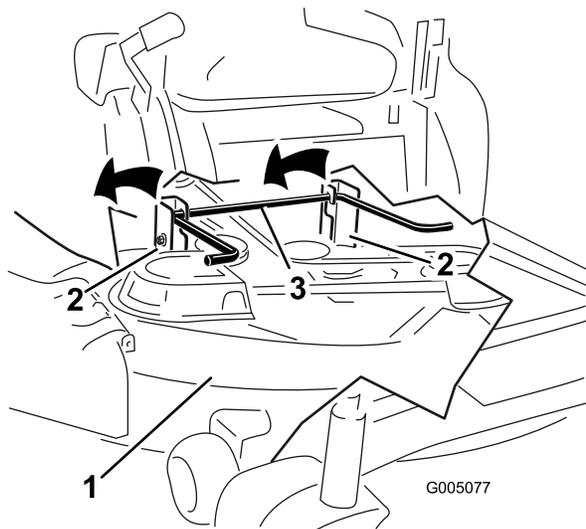

Figure 55
- 6. Soulevez et enlevez le tablier de coupe et les supports de la tige de levage arrière et abaissez la tondeuse au sol avec précaution (Figure 55).
- 5. Soulevez l'arrière du tablier de coupe et guidez les supports sur la tige de levage arrière (Figure 55).